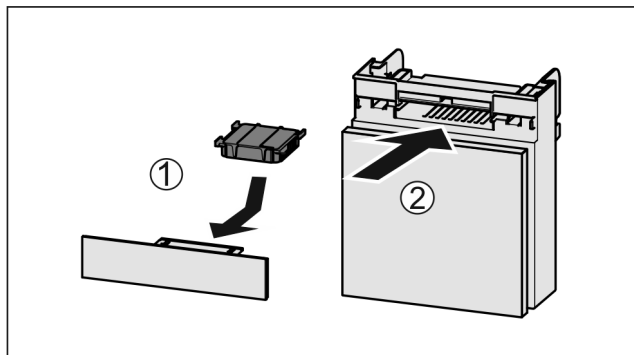

Fig. 119
- ▶ Umetnite filter s aktivnim ugljenom kao što je prikazano na slici Fig. 119 (1).
- ▶ Umetnite pretinac Fig. 119 (2).